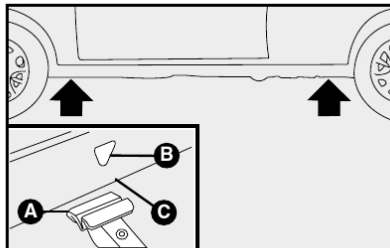

fig. 9
- Colocar o macaco onde está marcado o símbolo ▼ **B-fig. 9** perto da roda a substituir, e certificar-se de que a ranhura **A** do macaco esteja bem encaixada na longarina **C**.
- Colocar o macaco onde está marcado o símbolo ▼ **B-fig. 9**, perto da roda a substituir, e certificar-se de que a ranhura **A** do macaco esteja bem encaixada na longarina **C**.